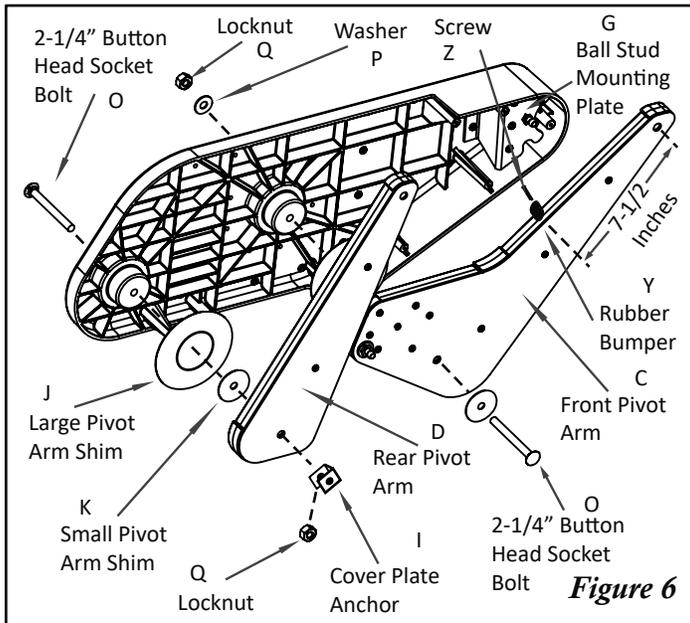
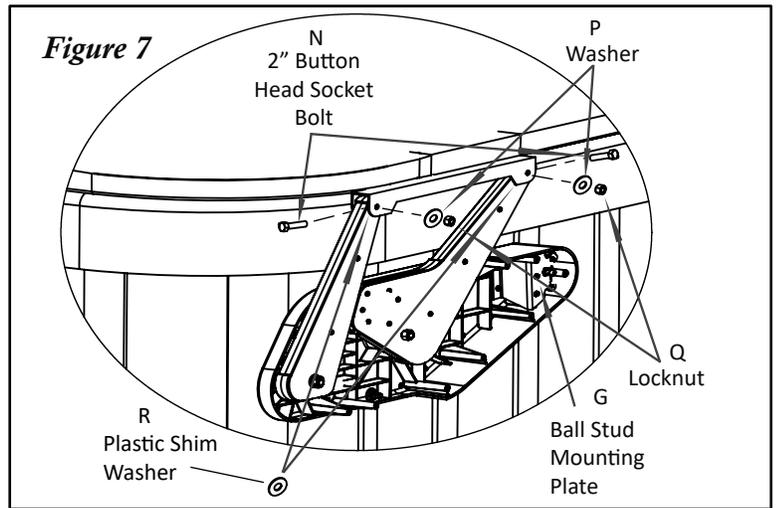

Figure 6
Figure 7
#7 Befestigen Sie die Schwenkarme (C & D) mit den 2 1/4" Innensechskantschrauben (O), Unterlegscheiben (P) und Sicherungsmuttern (Q) an den Montagehalterungen (A) (Fig. 6). **Hinweis: Achten Sie darauf, die großen und kleinen Unterlegscheiben für die Schwenkarme (J & K) wie abgebildet anzubringen. Stellen Sie sicher, dass sich die Schwenkarme frei bewegen können, und ziehen Sie die Schrauben nicht zu fest an.** Befestigen Sie dann die Gummistopfen (Y) mit den selbstschneidenden Schrauben #8 x 1 1/4" an den vorderen Schwenkarmen (Fig. 6) und anschließend die Montageplatten für die Kugelbolzen (G) mit den Montageschrauben #10 x 1 1/2" an den Montagehalterungen (A) (Fig. 7).
#8 Befestigen Sie die Halterungsbaugruppe aus Schritt #7 an den Abdeckungshalterungen mit die 2" Halbrundkopfschrauben (N), Unterlegscheiben (P), Kunststoffunterlegscheiben (R) und Sicherungsmuttern (Q). Lassen Sie die Konstruktion frei hängen (Fig. 7). **Hinweis: Die Schrauben sollten von innen nach außen installiert werden, mit die Sicherungsmuttern an der Außenseite der Montagehalterungen.** Drücken Sie die großen Abdeckkappen (V) auf die Kontermuttern. **Beachten Sie, dass die Kunststoff-Unterlegscheiben als Abstandhalter zwischen den Schwenkarmen und den Abdeckungshalterungen dienen (Abb. 7).** Ziehen Sie die Schrauben nicht zu fest an, die Schwenkarme müssen sich frei bewegen können.